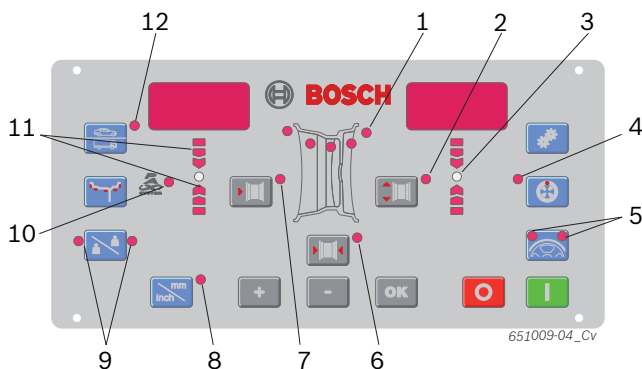

Fig. 4: Diody świecące na panelu obsługi/wskaźników
- ➔ Diody świecące (rys. 4, poz. 1) informują o pozycji wyważania we wszystkich programach wyważania.
- ii W przypadku, gdy wybrany został program wyważania PAX, świeci dodatkowo dioda świecąca Pax (rys. 4, poz. 10).
2. Wybrać wyznaczony dystans obręczy koła za pomocą przycisku <-> lub <+> (rys. 4, poz. 7).
4. Wybrać wyznaczoną szerokość obręczy za pomocą przycisku <-> lub <+> (rys. 4, poz. 6).
6. Wybrać wyznaczoną średnicę obręczy koła za pomocą przycisku <-> lub <+> (rys. 4, poz. 2).
- ⇒ Z chwilą osiągnięcia właściwej pozycji do mocowania ciężarka zaświeci dioda (rys. 4, poz. 3). Prawidłowa pozycja (za ramieniem koła) potwierdzona zostanie sygnałem dźwiękowym.